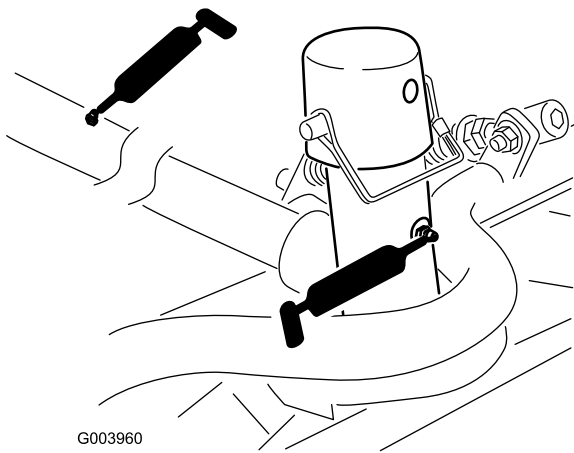

図 54
- ・ カuttingユニットのキャリア・フレームとピボット (各2) (図 54)